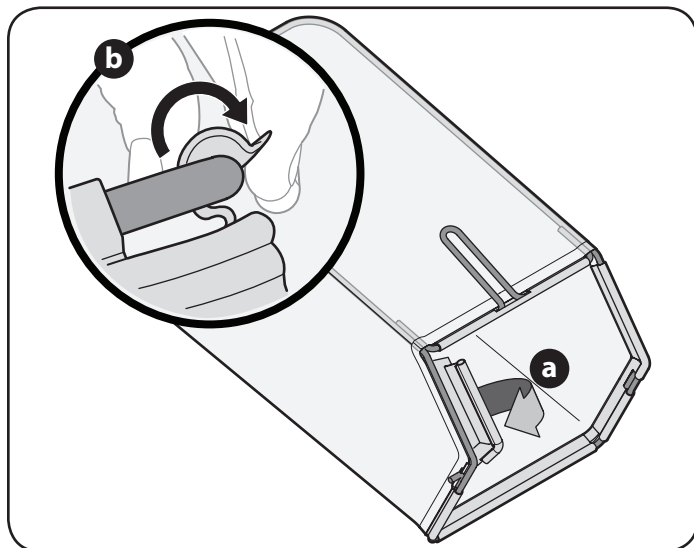

Figura 7
- b. Deslice el canal de plástico sobre los ganchos del marco. Vea la Figura 7.